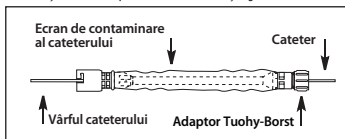

Figura 2
- a. Dacă se utilizează un ecran anticontaminare pentru cateter cu adaptor Tuohy-Borst (când este furnizat), introduceți vârful cateterului dorit prin capătul cu adaptor Tuohy-Borst al ecranului anticontaminare al cateterului. Avansați cateterul prin tubulatură și ambou la capătul celălalt (consultați Figura 2).